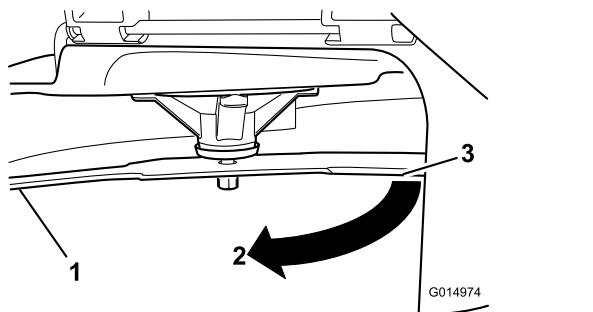

Рисунок 62
3. Измеренное расстояние между ножом и поверхностью (A)
4. Поверните тот же нож на 180 градусов, чтобы теперь его противоположная режущая кромка была в том же положении (Рисунок 62).